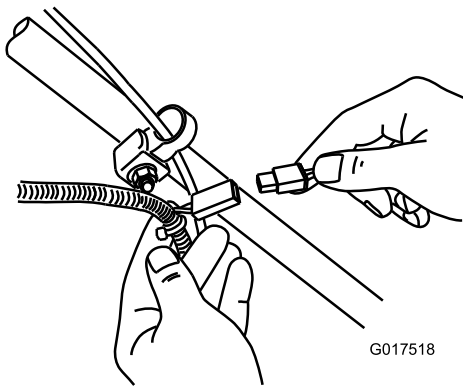

Figure 32
1. Branchez le chargeur sur le faisceau de câblage situé sous la clé de contact (Figure 32).